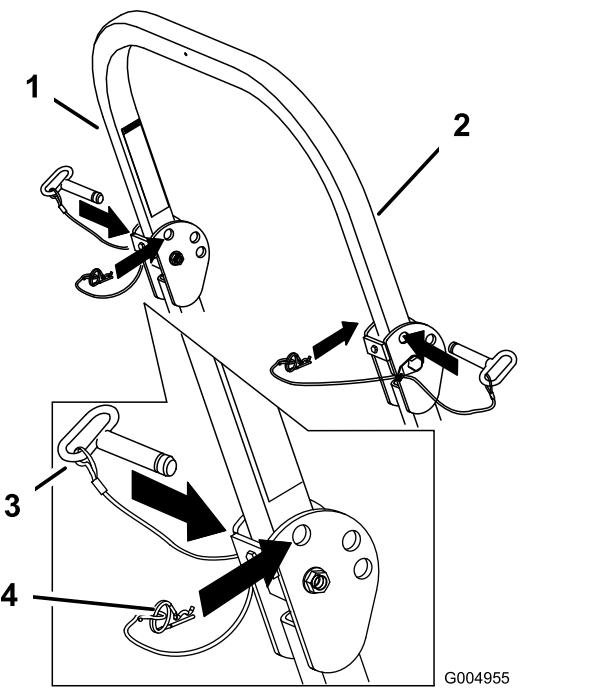

Figura 9
1. Retire las chavetas y retire los dos pasadores (Figura 9).
3. Instale los dos pasadores y sujetelos con las chavetas (Figura 9).
2. Eleve la barra anti-vuelco a la posición vertical, instale los dos pasadores y sujetelos con las chavetas (Figura 9).